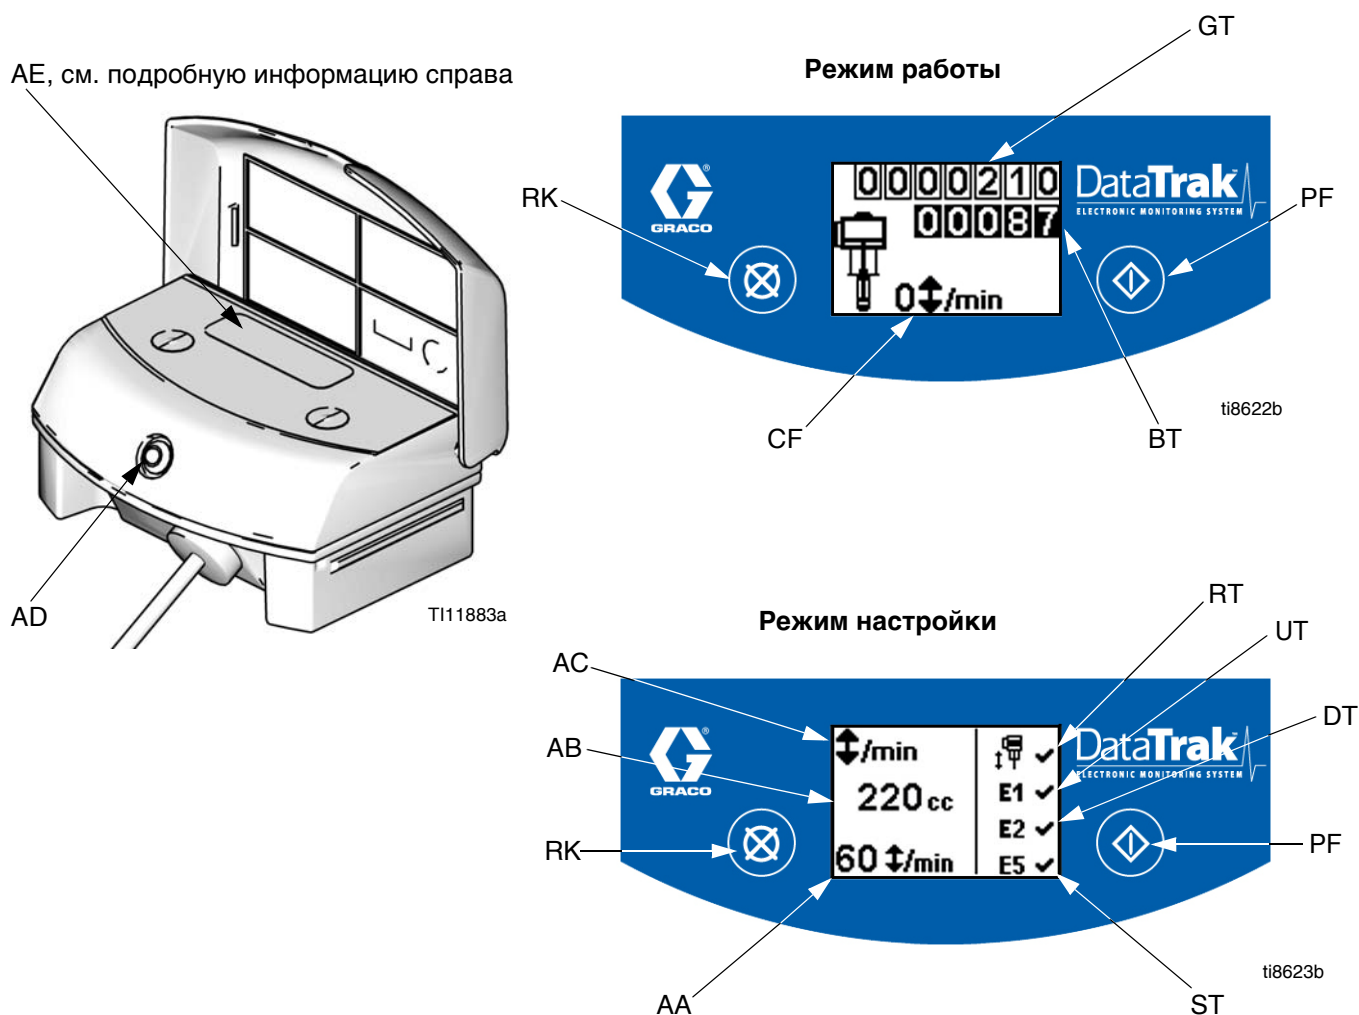

Рис. 7. Элементы управления и индикаторы модуля DataTrak
## Расшифровка обозначений на Рис. 7.
- См. Рис. 7. Нажмите и удерживайте  в течение 5 секунд, пока не появится меню настройки.
**ПРИМЕЧАНИЕ.** Если включена защита от неуправляемого разгона, а также опции ошибок E1, E2 и E5, на экране настройки появится . См. Рис. 7.
- См. Рис. 7. Если происходит неуправляемый разгон насоса, защитный электромагнит приводится в действие и останавливает насос. Светодиодный индикатор (AD) начнет мигать, и дисплей (AE) укажет состояние разгона (см. Табл. 1). На дисплее будут циклически повторяться шесть сообщений с инструкциями.
- Экраны разгона 1 и 2: для возврата электромагнита защиты от разгона в исходное состояние, закройте главный воздушный клапан (E). Подождите, пока воздух полностью не выйдет из пневматического двигателя.
- Экраны разгона 3 и 4: после того как выйдет воздух, нажмите кнопку выключения электромагнита (J), чтобы вернуть воздушный клапан в исходное состояние. Кнопка снова появится на экране, после того как на воздушный клапан будет подано давление.
- Для перезапуска насоса откройте главный воздушный клапан (E).
**ПРИМЕЧАНИЕ.** Чтобы отключить защиту от неконтролируемого разгона, перейдите в режим настройки и установите для разгона значение 0 (ноль) или переведите переключатель (RT) в положение "выкл"  (см. Рис. 7).
1. См. Рис. 7. Для входа в режим заправки/промывки нажмите любую кнопку, чтобы включить дисплей, а затем нажмите . На дисплее появится символ заправки/промывки, и светодиодный индикатор начнет мигать
См. Рис. 7. Последняя цифра на счетчике партий продукции (BT) означает десятые доли галлонов или литров. Чтобы обнулить счетчик, нажмите любую кнопку для включения дисплея, а затем нажмите и удерживайте  в течение 3 секунд.
См. Рис. 7. Дисплей (AE) отключится через 1 минуту пребывания в неактивном состоянии в рабочем режиме или через 3 минуты в режиме настройки. Для включения дисплея нажмите любую кнопку.
**ПРИМЕЧАНИЕ.** Дисплей (AE) может выключиться, если модуль DataTrak подвергнется действию сильного электростатического разряда. Для включения дисплея нажмите любую кнопку.
Модуль DataTrak может диагностировать некоторые проблемы в работе насоса. Если монитор обнаруживает проблему, то светодиодный индикатор (AD, Рис. 7) будет мигать и на дисплее появится код диагностики. См. Табл. 1.